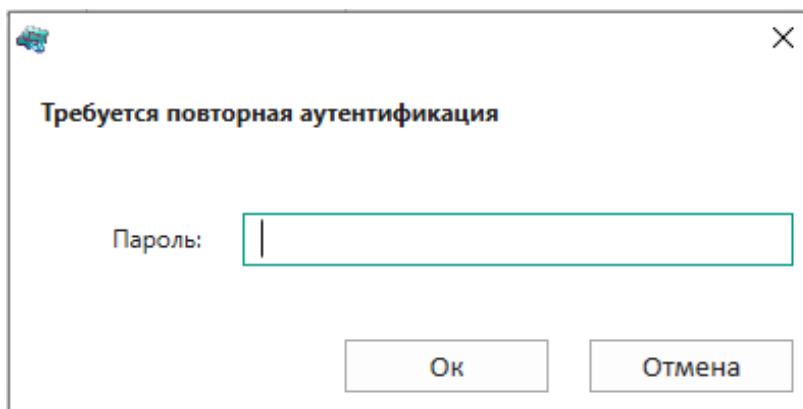

Рисунок 8
3.3.5 При отсутствии активности в программе Smart Monitor в течение времени, определенного администратором, интерактивный сеанс пользователя завершается и на экран выводится окно для ввода пароля (см. рисунок 8).